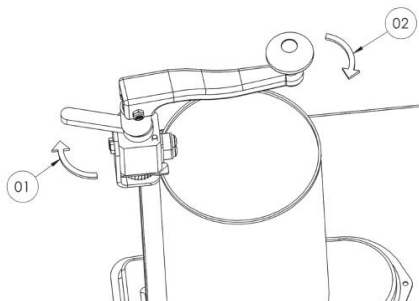

Fig. 10
6. Hold plastløftehåndtaget med den ene hånd og hold det på plads (punkt 01, fig. 10). Til gengæld drejes krumtaphåndtaget med urets retning (punkt 02, fig. 10), indtil dåsen åbnes.